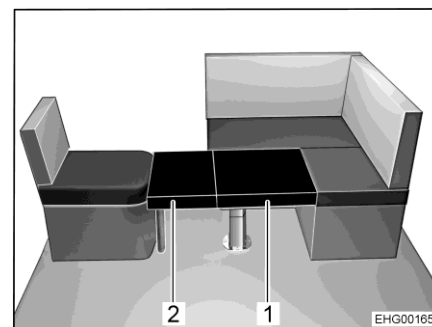

Bild 118 Nach dem Umbau
Die L-Sitzgruppe kann zusammen mit dem seitlichen Einzelsitz und dem verschiebbaren Hubtisch zu einem Zusatzbett umgebaut werden. Um die Liegefläche herzustellen, werden zwei Zusatzpolster benötigt. Eines der Zusatzpolster (Bild 118,2) ist mit einer ausklappbaren Fußstütze und einem Haltewinkel ausgestattet. Das andere Zusatzpolster (Bild 118,1) wird auf die Tischplatte gelegt.
- Fußstütze am kleineren Zusatzpolster (Bild 118,2) ausklappen.
- Haltewinkel des Zusatzpolsters (Bild 118,2) am Einzelsitz einhängen und Zusatzpolster auf die Tischplatte legen.
- Zweites Zusatzpolster (Bild 118,1) auf die Tischplatte legen.